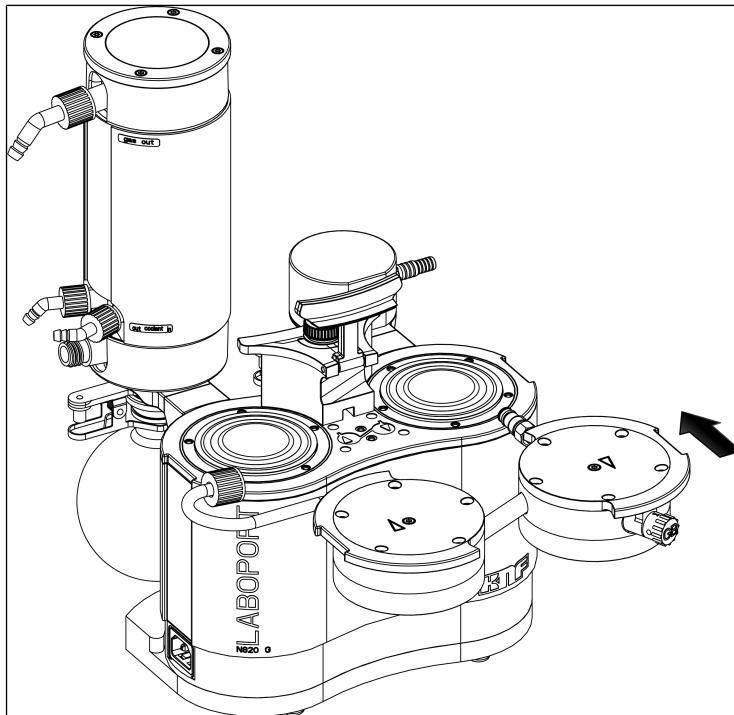

Fig.16: Montage de la tête de pompe
1. Amenez les membranes (7) dans la position centrale.
2. Pressez le bord des deux membranes (7) sur tout le pourtour.
3. Placez le couvercle (3) conformément à la goupille d'ajustage (5) sur la plaque intermédiaire (6).
4. Placez la plaque supérieure (2) conformément au trait de crayon sur le couvercle (3).
5. Serrez la vis intérieure de la tête (1) au milieu de la plaque de pression (couple de serrage : 1 Nm).
7. Positionnez les deux têtes de pompe (composées du couvercle (3), de la plaque intermédiaire (6) avec plaques soupapes/joints (4) et de la plaque supérieure (2)) avec le tuyau de raccordement sur le corps de pompe en fonction du trait de crayon (voir Fig. 16).